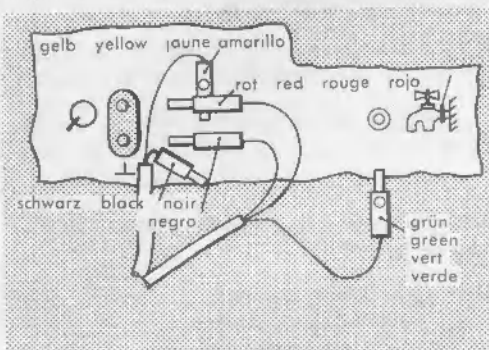

Fig. 4
- a) Monaurale (einkanalige) Wiedergabe nach Fig. 4.
- a) Follow Figure 4 for monaural (single channel) hook-up. Reverse the two plugs in case of hum.
- a) Reproduction ordinaire (monaurale) avec un seul canal (fig. 4). Si un ronflement se fait entendre, il suffit de croiser les fiches aux douilles de raccordement au pick-up.
- a) Reproducción monaural con un solo canal (fig. 4). Si se producen zumbidos, bastará invertir los polos del enchufe en ■ conexión del fonocaptor.